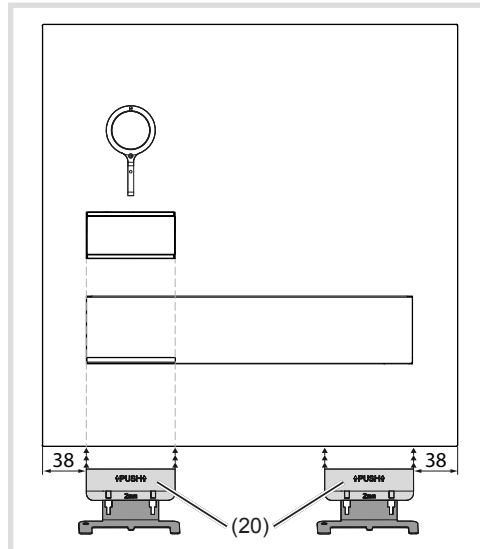

Bild 19: Öffnen der Briefkastenfront
- Öffnungswerkzeuge (20) entsprechend Bild 19 mit Abstand von 38 mm zu den Seiten ansetzen und nach oben drücken (Bild 19).